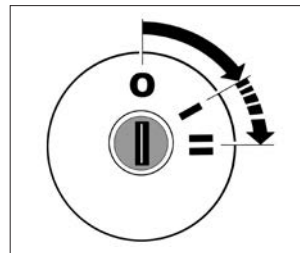

Рис. 35. Выключатель зажигания
**0** (рис. 35) – выключено. Положение фиксированное. Ключ вынимается.
Рис. 35а. Выключатель зажигания